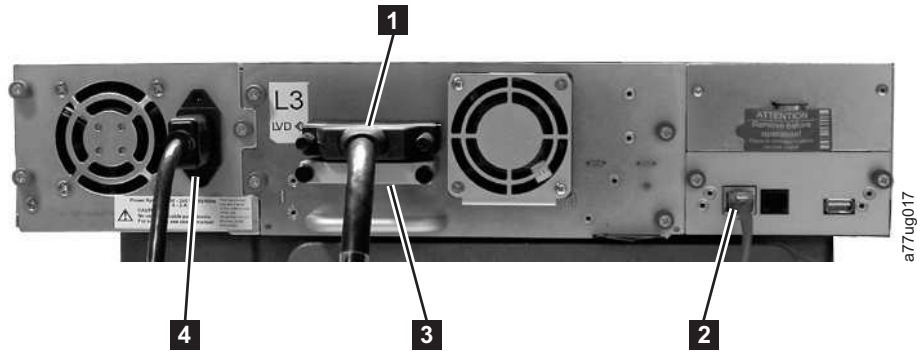
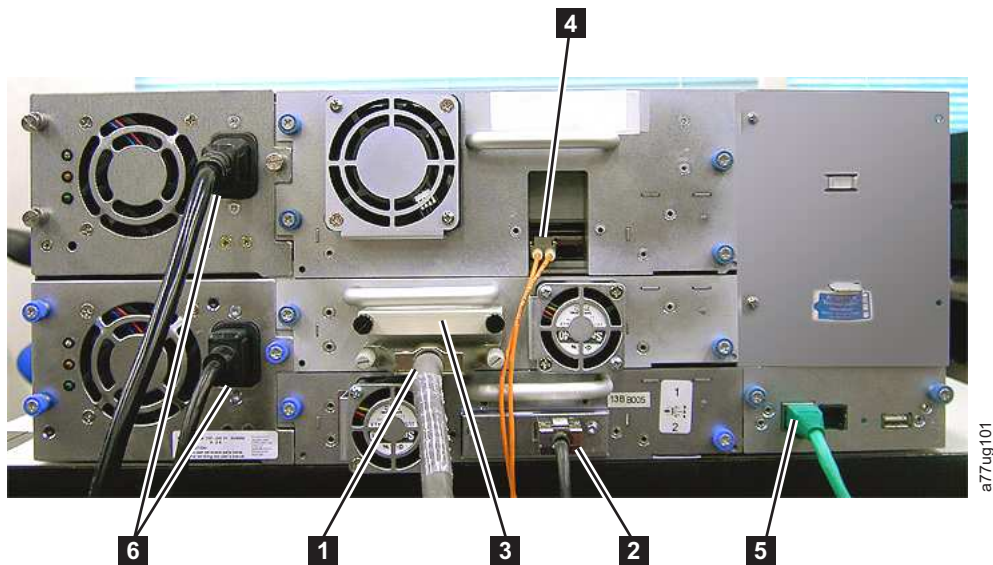
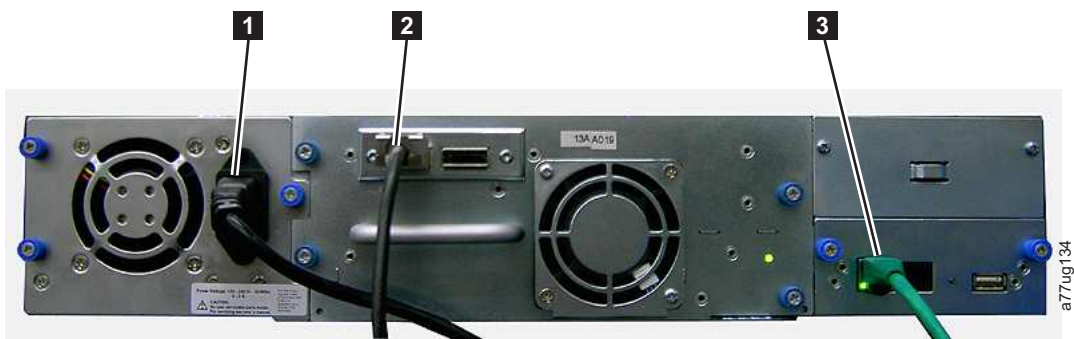

図 37. SCSI ホスト・インターフェース・ケーブルの 2U ライブラリーへの接続
図 38. ホスト・インターフェース・ケーブルの 4U ライブラリーへの接続：次の図に示した構成は例示の目的のみに使用します。この構成はサポートされません。
図 39. SAS インターフェース・ケーブルの 2U ライブラリーへの接続
2. SCSI ライブラリーの場合、ホスト・インターフェース・ケーブルの一方の端をライブラリー背面パネルのコネクターの 1 つに接続します ( 57 ページの図 37 の **1** を参照)。ファイバー・チャンネル・ライブラリーの場合、ホスト・インターフェース・ケーブルの一方の端をライブラリー背面パネルのコネクターに接続します ( 57 ページの図 38 の **4** を参照)。シリアル接続 SCSI (SAS) 接続ライブラリーの場合、SAS ケーブルのホスト側の端を SAS HBA に接続します ( 57 ページの図 39 の **2** を参照)。フルハイト・ドライブにはデュアル SAS コネクターがあります。ハーフハイト・ドライブには
- SCSI ライブラリーの場合は、ホスト・インターフェース・ケーブルを SCSI ホスト・バス・アダプター上のコネクタか、SCSI バス上の直前のデバイスのコネクタに接続します。ライブラリーが SCSI バス上の最後または唯一のデバイスである場合は、ライブラリー背面パネルの残りの SCSI コネクタにターミネーター ( 57 ページの図 37 の **3** ) を取り付けます。そうでない場合、残りのポートに SCSI ケーブルの一方の端を接続し、他方の端を SCSI バス上の次のデバイスに接続します。SCSI バス上の最後のデバイスは、必ず適切に終端してください。
4. ネットワークのイーサネット・ケーブル ( 57 ページの図 37 の **2**、57 ページの図 38 の **5**、または 57 ページの図 39 の **3** ) をライブラリー背面パネルのイーサネット・ポートに接続します。イーサネット接続がサーバーまたはラップトップへの直接接続の場合は、クロスイーサネット・ケーブルが必要になる場合があります。